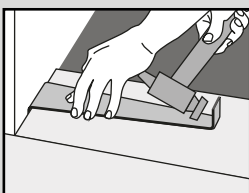

Abb. 6
6. Fahren Sie mit der Verlegung der Dielen fort, bis die Reihe vollständig ist. Zur Unterstützung können Sie eine Handrolle verwenden. Verwenden Sie im Bedarfsfall einen Gummihammer und ein Reststück des Produkts, um das Produkt sanft ineinander zu klopfen. Mit einem Zugeisen kann das Produkt entlang der Wände zusammengezogen werden (Abb. 6).